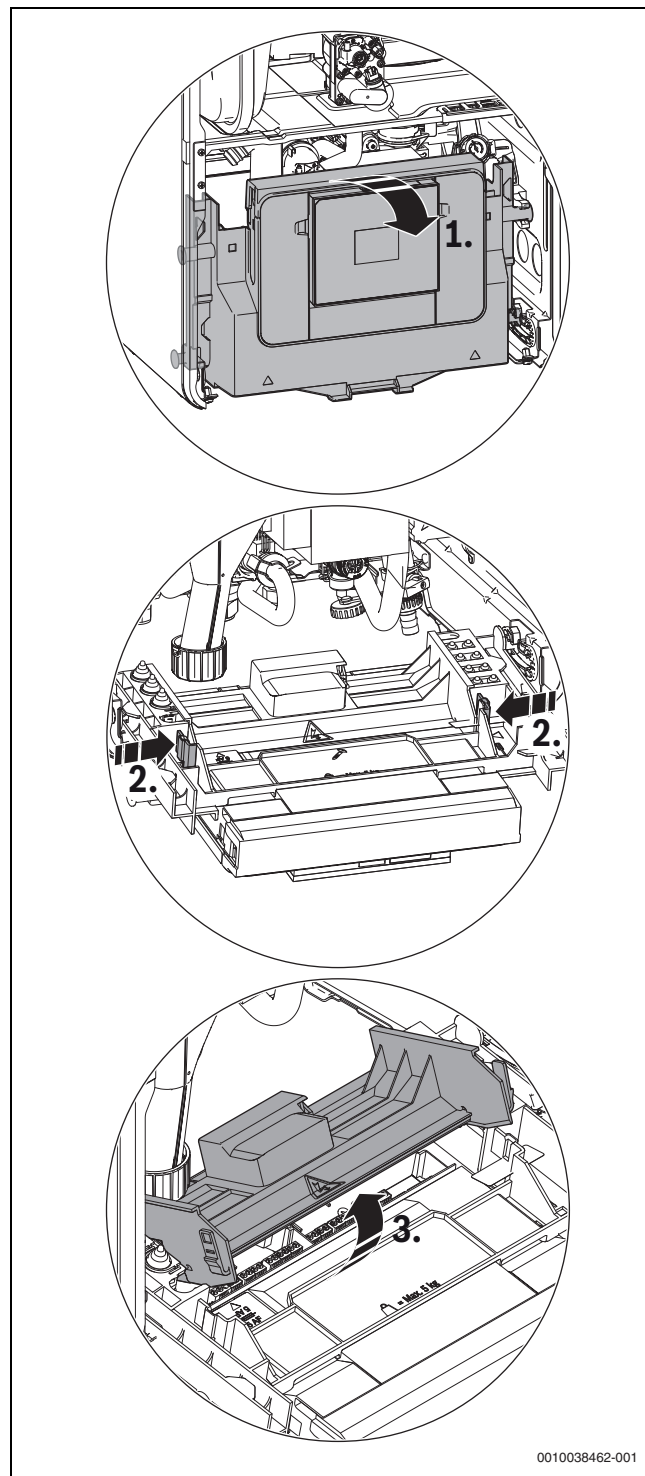

Fig. 28 Klap afdækningen op
- Klap styreenheden ned (→ fig. 28).